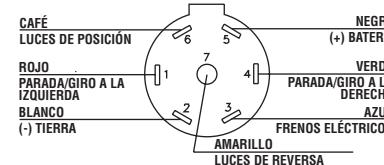

FIG. 2 - Vista mirando al conector
- Conecte los cables restantes usando los conectores amarillos de sellado por calor, (suministrados), al suministro de corriente "+" de la batería del vehículo, al circuito del control de freno eléctrico y a las luces de reversa (suministrado) a los cables correspondientes en el adaptador (Fig.2).